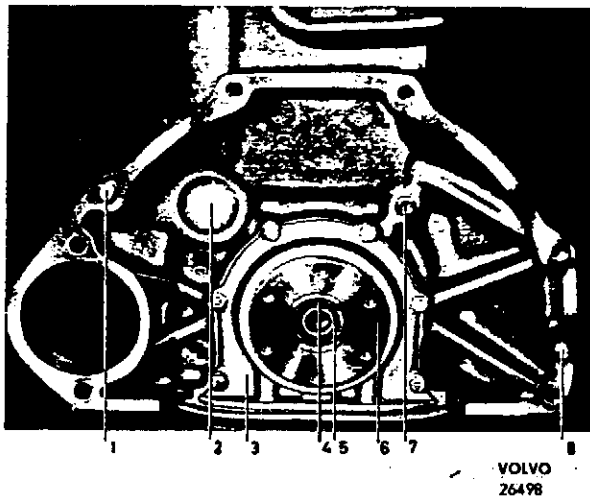

Abb. 86. Rückseite des Motors
Das Stützlager (5, Abb. 86) vor dem Einbau mit temperaturbeständigem Kugellagerfett schmieren. Das Lager und die Schutzscheibe mit dem Sicherungsring (4) sichern.